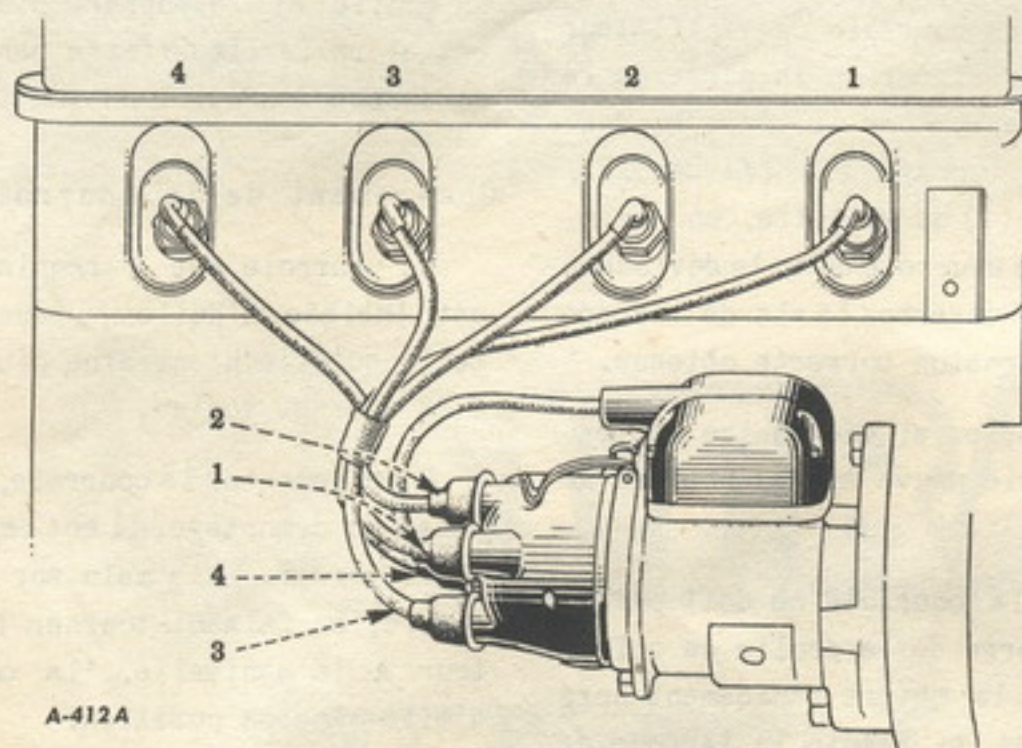
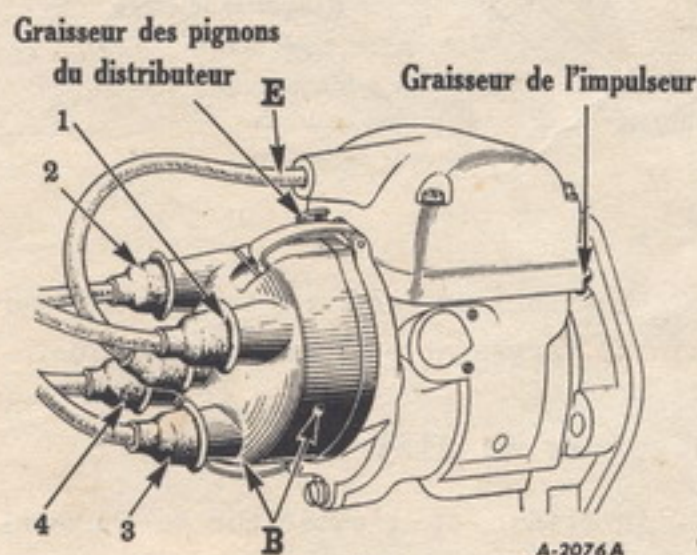

Figure 27
Figure 28
La position relative des câbles doit être repérée sur la magnéto en cas de démontage pour quelque raison que ce soit (la figure 27 montre le câblage correct).
pre le boîtier du rupteur pour éviter la présence d'huile sur les contacts, ce qui causerait une usure rapide de ceux-ci. Un graissage excessif au graisseur des pignons du distributeur (voir figure 28) peut salir le boîtier. Toutes les 250 heures de travail, il faut s'assurer de la propreté de ce boîtier, du jeu correct entre les contacts du rupteur et du bon état de ceux-ci. Si l'état de propreté des pièces est satisfaisant, la seule vérification à effectuer est celle du jeu entre contacts, mais, dans le cas contraire, toutes les pièces doivent être sérieusement nettoyées. Après nettoyage, les contacts doivent être polis, leur jeu correctement réglé et le bras du rupteur graissé comme indiqué ci-dessous.
L'intérieur et l'extérieur du couvercle du distributeur doivent être conservés propres, sans trace d'huile. Les deux petits trous d'évent (voir "B" figure 28) ne doivent pas être obstrués ce qui diminuerait la durée du distributeur. De même, le rotor du distributeur doit être conservé propre.
(1) Otez le câble "E" (voir figure 28) de son logement sur le couvercle de bobine. Cette précaution élimine la possibilité d'un départ intempestif.
(2) Tournez le moteur à la manivelle jusqu'à ce que le piston N° 1 (le plus proche du radiateur) se trouve au point mort haut en fin de compression. On trouve ce point en plaçant
(3) Retirez le couvercle du distributeur et faites tourner la magnéto au moyen de l'impulseur dans le sens inverse des aiguilles d'une montre (magnéto vue du côté de l'impulseur), jusqu'à ce que le doigt du rotor soit dirigé vers la borne N° 1 du couvercle du distributeur. Remettez alors ce dernier en place.
(4) Montez la magnéto sur le moteur en veillant à ce que les tenons de l'impulseur s'engagent bien dans les crans de l'accouplement entraîneur (inclinez le plus possible le sommet de la magnéto vers le bloc-cylindres).
(5) Introduisez les vis de montage dans la bride en les serrant légèrement, juste suffisamment pour maintenir la magnéto. Tournez le moteur à la manivelle d'un tour complet jusqu'au point mort haut suivant. Tirez alors sur la partie supérieure de la magnéto pour l'éloigner du bloc-cylindres, jusqu'au moment précis où l'impulseur se déclenche.
(6) Bloquez les vis de montage. Reliez les fils de bougies au moteur et au distributeur. Commencez par relier la bougie du cylindre N° 1 à la borne marquée 1 sur le couvercle du distributeur, puis la bougie N° 3 à la borne N° 3, passant ensuite au N° 4 et au N° 2 (voir plan de câblage, figures 27 et 28).
(7) Branchez le câble de contact sur la borne de la magnéto.
(8) Pour vérifier le calage, tournez le moteur à la manivelle jusqu'au point mort haut en fin de compression du cylindre N° 1. Au moment précis où cette position est atteinte, l'impulseur doit se déclencher.
(9) Le calage et le câblage de la magnéto sont alors corrects.
(10) Remettez le câble "E" dans son logement sur le couvercle de bobine (voir figure 28).
(1) Avant de procéder à la vérification, mettez la magnéto hors circuit en dégageant le câble "E" (voir figure 28) de son logement. Cette précaution éliminera tout danger de démarrage intempestif.
(2) Retirez le couvercle des culbuteurs.
(3) Retirez la bougie du cylindre N° 1 (le plus proche du radiateur).
(4) Placez le pouce sur le trou de bougie et tournez lentement le moteur à la manivelle jusqu'à ce que l'on ressente une pression dans le cylindre (la pression indique que le piston N° 1 remonte vers le point mort haut en fin de compression).
(8) Remplacez le couvercle des culbuteurs. Vérifiez l'étanchéité du joint de ce couvercle pour s'assurer que l'huile ne peut passer entre celui-ci et la culasse. Changez le joint si nécessaire.
(9) Remettez le câble "E" de la magnéto (voir figure 28) dans son logement.